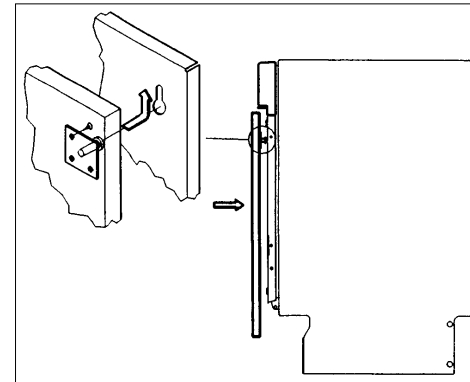

Abb. 16
- Die Platte an der Tür des Geschirrspülers befestigen, indem Sie die oberen Stifte (A) in die Rillen des Kunststoffteils drücken. Schieben Sie die Türverkleidung etwas hoch, und befestigen Sie die Unterseite wie auf der Zeichnung (Abb. 16) angegeben.